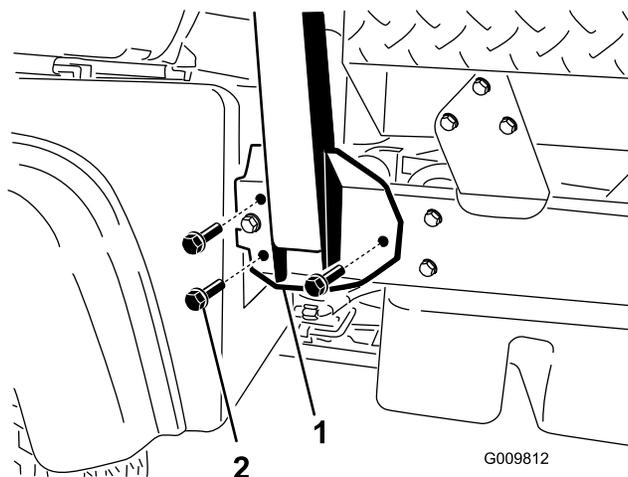

Figura 4
2. Allineate i lati del sistema di protezione antiribaltamento ai fori di fissaggio su ogni lato del telaio della macchina, come illustrato nella Figura 4.